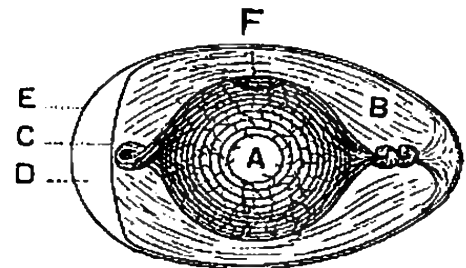

Fig. 204. — Coupe d'un œuf de poule : A, jaune ou vitellus; B, blanc ou albumine; C, membrane coquillière; D, chambre à air; E, coquille; F, germe.
4. Œuf. — L'œuf (fig. 204) est formé d'une *coque calcaire*, de *blanc* et de *jaune*.